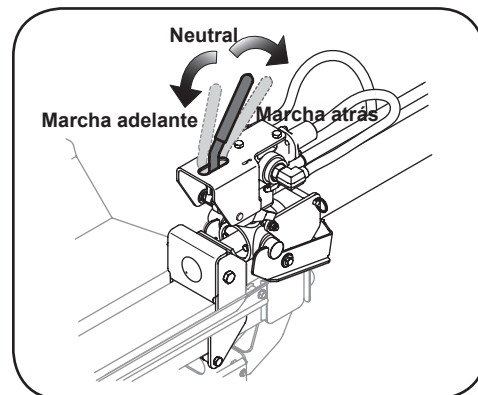

Figura 4-6
3. Mueva el control de la válvula hidráulica hacia ADELANTE hasta que el ariete toque el tronco. Suelte el control de la válvula hidráulica en la posición NEUTRAL para detener el movimiento del ariete. Vea la Figura 4-6.